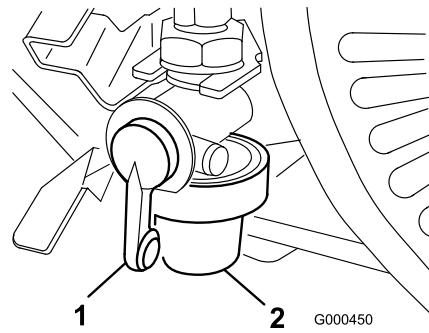

Figura 26
1. Cierre la válvula de cierre del combustible y desenrosque el portafiltros del cuerpo del filtro (Figura 26).